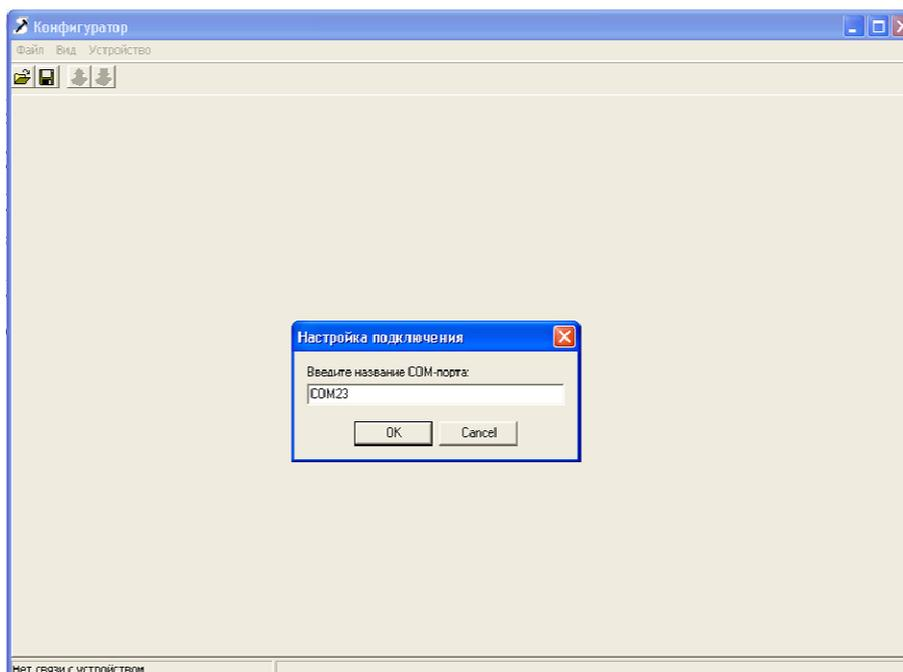

Рис.11
10) Поместить программу «configurator.exe» и файлы со сведениями о структуре конфигурации БРО или БПО «... .xml» в локальную папку. Последние версии файлов и программы-конфигуратора доступны на сайте производителя «www.integralplus.ru». Запустить программу-конфигуратор «configurator.exe» из локальной папки. Перейти в раздел меню программы «Устройство», далее «Порт» (см. Рис.11). В появившемся окне ввести номер COM порта N из окна «Диспетчер устройств».